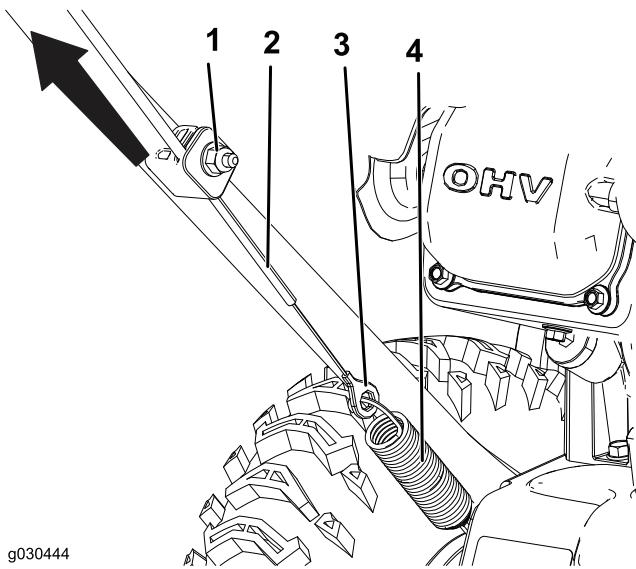

Figura22
- Slăbiți piulița de pe clema de cablu inferioară, însă nu o înălăturați (Figura22).
- Trageți cablul în sus pentru a-l tensiona mai mult (Figura22).
- Tineți cablul și strângeți piulița (Figura22).